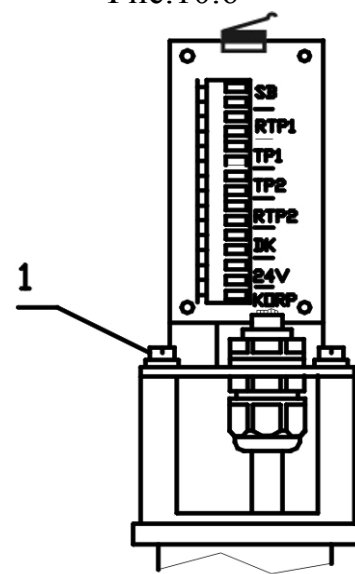

Рис.10.8
10.3.15 Установить КССТ-1 на верхнюю часть стойки и закрепить с помощью винтов 1 (рис. 10.8).